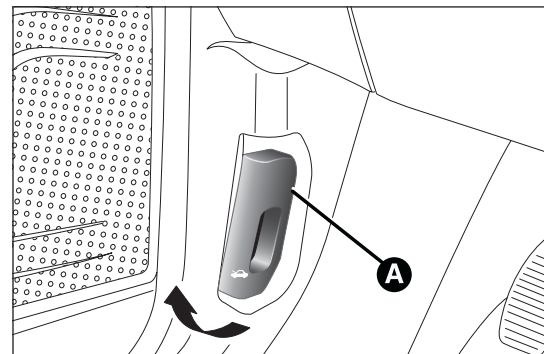

fig. 63
- tirer le levier A fig. 63 dans le sens indiqué par la flèche ;